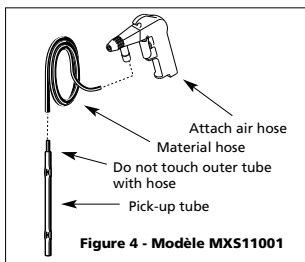

Figure 4 - Modèle MXS11001
1. Fixer le boyau de matériau au tuyau plongeur. Placer le boyau plongeur dans le sac de médium. (Voir la figure 4.)